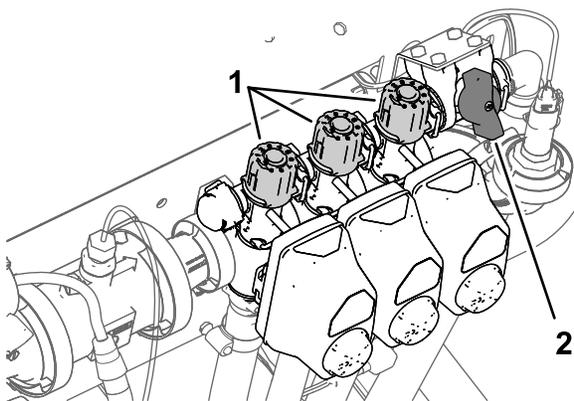

Bild 27
2. Stellen Sie den linken Abschnittschalter ab und stellen das Handrad für das Abschnittsicherheitsventil (Bild 27) ein, bis die angezeigte Dosierung dem vorherigen Niveau gemäß der Tabelle entspricht.
4. Stellen Sie das Handrad für das rechte Abschnittsicherheitsventil (Bild 27) ein, bis die Dosierung gemäß der Tabelle am vorherigen Niveau liegt.
6. Stellen Sie das Handrad für das mittlere Abschnittsicherheitsventil (Bild 27) ein, bis die Dosierung gemäß der Tabelle am vorherigen Niveau liegt.